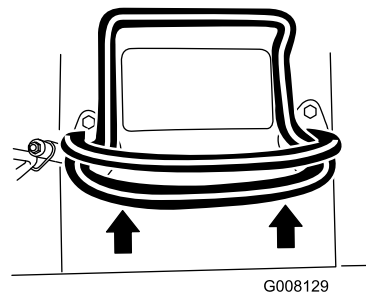

Рисунок 8
- Для того, чтобы начать движение вперед, переместите ручку управления тягой вперед (Рисунок 8).